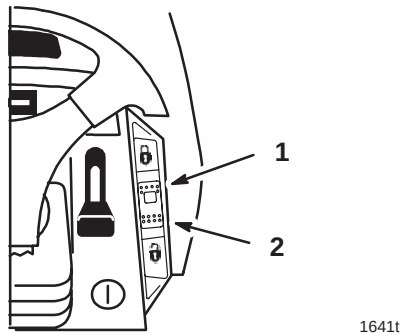

Figure 15
Une commande de vitesse de croisière est disponible en option sur certains modèles. Elle est actionnée par un commutateur à trois positions, verrouillage (à ressort), marche, et déverrouillage (Fig. 15), sur le tableau de bord. La commande de vitesse de croisière maintient la position de la commande de traction sans pression du pied. Elle est destinée uniquement à la marche avant. Ne pas l'utiliser en marche arrière.
1. Conduire le tracteur en marche avant à la vitesse souhaitée, voir Marche avant ou arrière, page 21. Sans modifier la pression du pied sur la pédale de traction, pousser le commutateur de vitesse de croisière (Fig. 15) en position de verrouillage.
1. Maintenir du pied une pression constante sur la pédale de traction, et mettre le commutateur de vitesse de croisière (Fig. 15) en position déverrouillée.